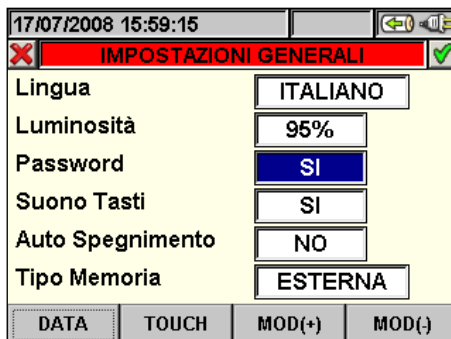

Fig. 12: Ecrã de Configuração da Password de protecção
1. Colocar o cursor com os botões “setas” ▲ ou ▼ no campo correspondente à opção “Password” evidenciada no fundo azul, como se mostra na Fig. 12: